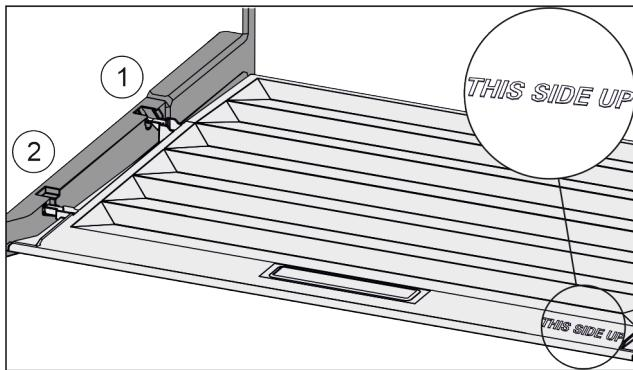

Fig. 46
- ▶ 从后部固定支架 Fig. 46 (1) 开口导入桥形接片并卡入固定支架 Fig. 46 (2) 的前端。